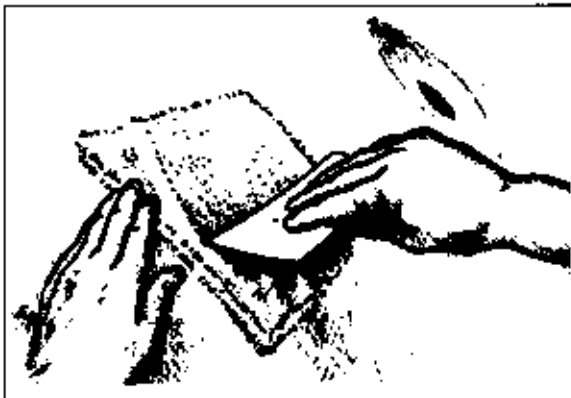

Abb. 3-3 Streichen Sie das getränkte Laminat, das die Gegenplatte bilden soll, auf der gewachsenen Oberfläche glatt.
4. Das getränkte Glas wird abgehoben, auf die am Rumpf vorbereitete Fläche gelegt (Abb. 3-3) und mit dem Spachtel glattgestrichen. Überschüssiges Harz streift man ab. Das Trennmittel auf der Oberfläche verhindert ein Ankleben. Wenn sich das Loch auf einer geraden oder nur schwach gekrümmten Fläche befindet, reicht es, eine ebene Platte auf dem Tisch zu laminieren. Aber auch dann sollte die Gegenplatte flexibel genug sein, um sich an leichte Krümmungen anzulegen. Die Platte muß nun härten.